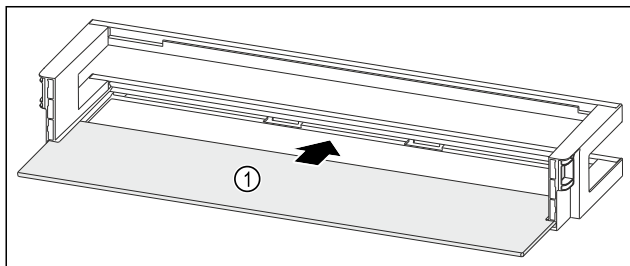

Fig. 134 Dveřní přihrádka s odkládací plochou
- Odkládací plochu Fig. 134 (1) zasuněte do bočních vybrání.